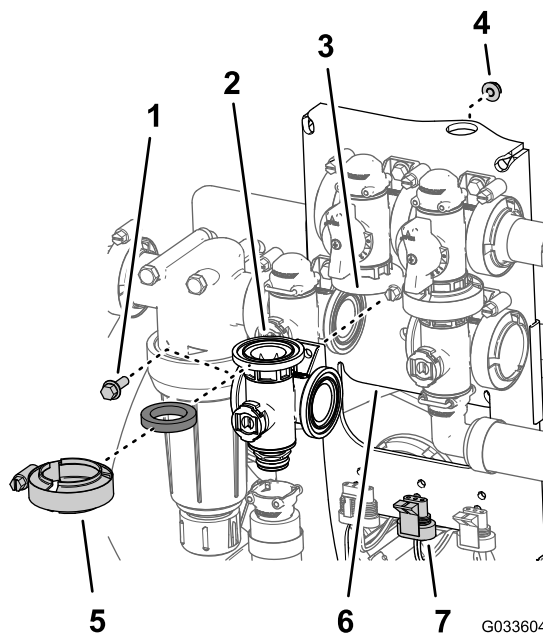

Figure 127
1. Alignez la bride du collecteur de la vanne d'agitation, un joint et la bride de la vanne de dérivation d'agitation (Figure 127).
9. Fixez la vanne d'agitation sur son support à l'aide du boulon à embase et du contre-écrou à embase (Figure 127) que vous avez retirés à l'opération 3 de Dépose de la vanne d'agitation du collecteur (page 83), et serrez l'écrou et le boulon à un couple de 10 à 12 N·m (90 à 110 po-lb).